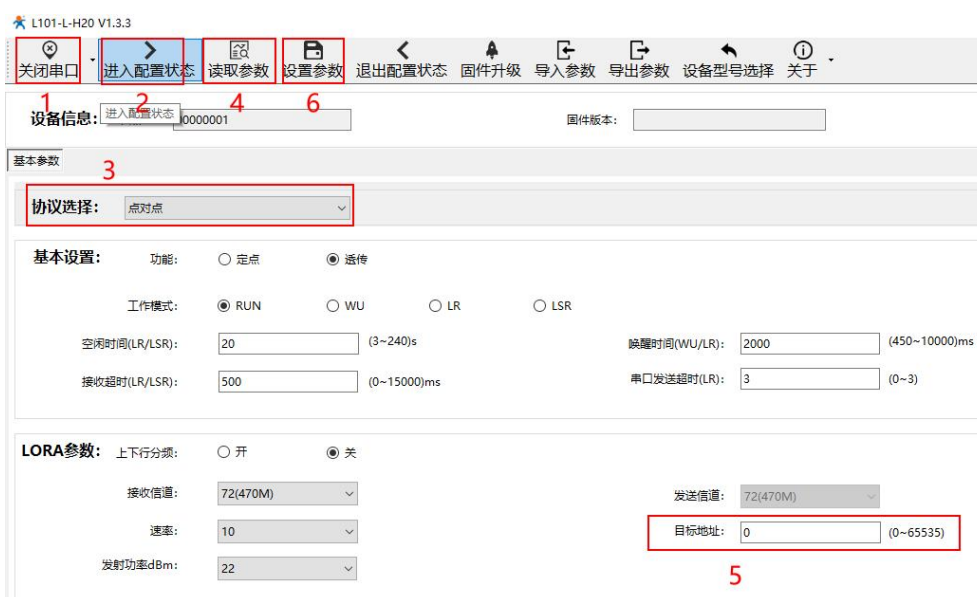

图 1 参数设置
① 使用串口分别将模块 A、B 接入 PC 机
② 打开 LoRa 设置软件(如图 1), 选择 L101-L-H20, 依次执行打开串口(115200,8,1,NONE)、进入配置状态、选择点对点协议、读取参数、配置上表中的参数、设置参数, 成功后关闭 LoRa 设置软件。